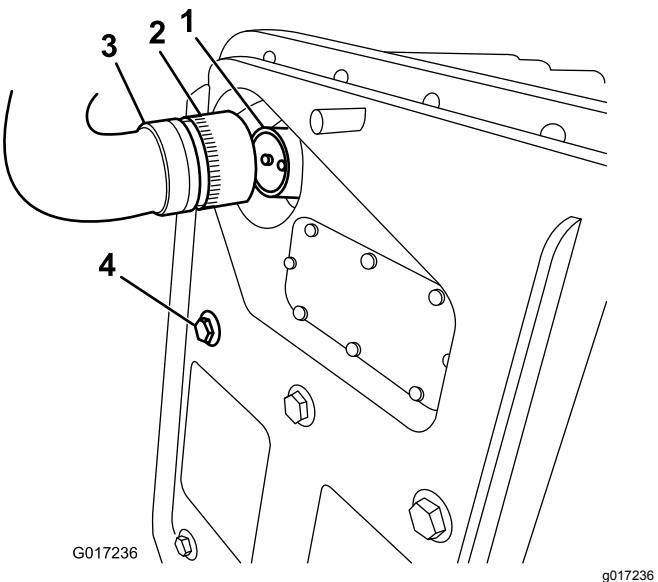
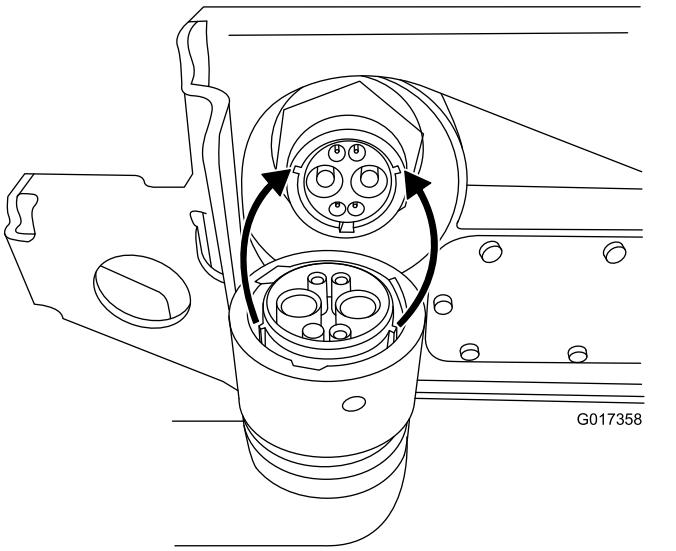

Figure 13
Figure 14
- Remarque:** Enfoncez le connecteur du faisceau dans le connecteur de la batterie (**Figure 13** et **Figure 14**).